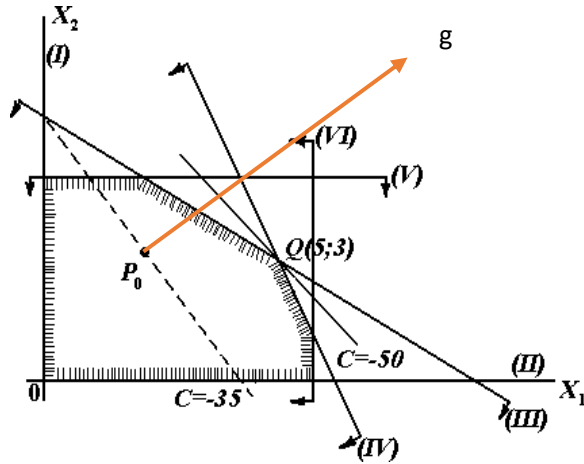

Рисунок 4.1 - Багатокутник рішень
Для вирішення задачі скористаємося її геометричною інтерпретацією. Для цього введемо систему координат x_1Ox_2 . Відомо, що геометричне місце точок на площині, координати яких задовольняють системі лінійних нерівностей, утворюють випуклий багатокутник, який назовемо багатокутником рішень системи нерівностей. Сторони цього багатокутника розташовуються на прямих, рівняння яких отримуються, якщо в нерівностях системи знаки нерівності замінити точними рівностями. Сам же цей багатокутник є перетинання полуплощин, на які поділяє площину кожна зі вказаних прямих. В нашому випадку такими прямими є (Рис. 4.1):
Змінюючи C отримаємо сукупність паралельних прямих. На Рис. 4.1 показана пряма для $C = -35$, а вектор g вказує напрям руху до зменшення значень C . Тому очевидно, що рішення буде лежати на стороні або вершині багатокутника рішень найбільш віддаленої в напрямку вектору g . Такою вершиною є Q , що утворена на перетині ліній (III) та (IV). Рішення системи відповідних рівнянь дає рішення: